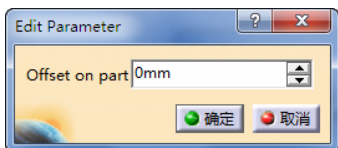

图 4-96 定义零件余量 (3)
- 定义零件余量 (3)。双击“Isoparametric Machining.1”对话框中的“Offset on part”，弹出“Edit Parameter”对话框，可设置余量大小为“0mm”，如图 4-96 所示。